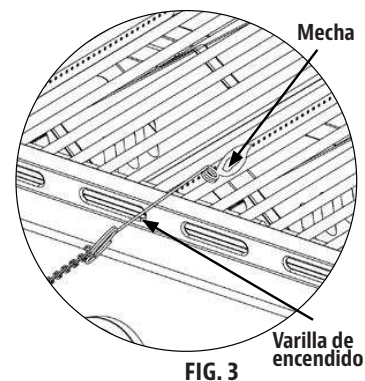

FIG. 3
4. Si el sistema de ignición no prende el quemador, utilice un fósforo encendido sujeto con la varilla de encendido (suministrada con la barbacoa) para encender los quemadores. Acceda a los quemadores a través de las rejillas para cocinar y las placas de calor. Coloque un fósforo encendido junto al lateral del quemador. (Fig. 3).